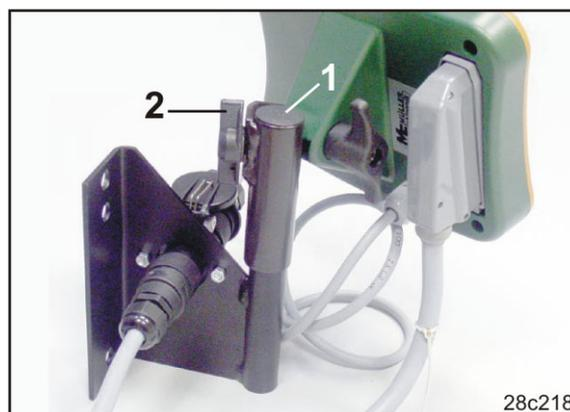

図 12
1. 連結パーツ (図 12/1) をコンソールに差し込み、蝶ネジ (図 12/2) で締め付けます。